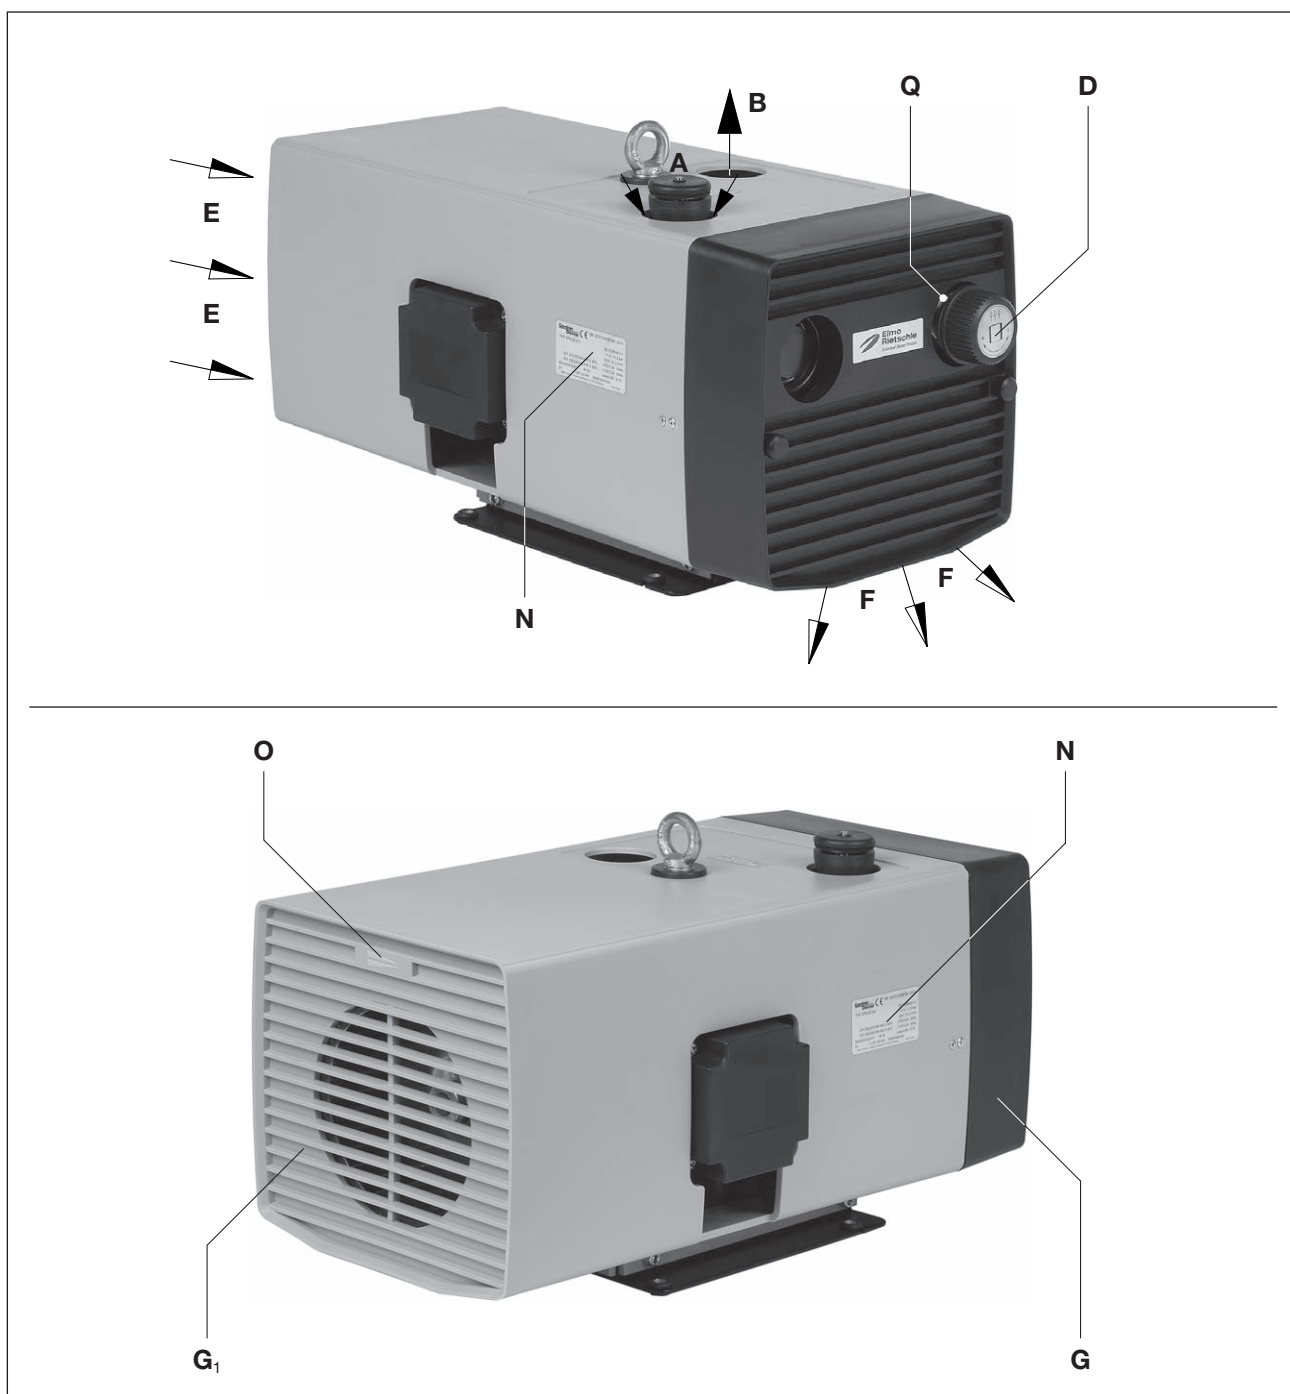

Fig. 2 Compresor V-DTN
El motor y el compresor tienen un árbol común. La válvula reguladora de presión (fig. 2/D) permite el ajuste de la presión a los valores deseados hasta un límite máximo.
Los compresores rotativos de paletas V-DTN 16 hasta V-DTN 41 de ejecución en seco son adecuados para la generación de una sobrepresión de entre 0 y el límite máximo (bar) indicado en la placa de características (fig. 2/N). Admiten un funcionamiento continuo.
Para el desmontaje de la rejilla de salida (fig. 2/G) y la rejilla de aspiración (fig. 2/G₁) se requiere un espacio de al menos 30 cm para los trabajos de mantenimiento. Además, asegurarse de que las entradas (fig. 2/E) y las salidas (fig. 2/F) de aire de refrigeración estén a una distancia mínima de 10 cm de la pared (el aire de refrigeración saliente no debe volver a aspirarse).
- a) Toma de presión (fig. 2/B).
Las gamas de presión necesarias se pueden ajustar con la válvula reguladora de presión (fig. 2/D) conforme al símbolo indicado en el botón giratorio.
- a) Los datos eléctricos del motor figuran en la placa de características (fig. 2/N) o en la placa del motor. Los motores se corresponden con EN 60034 y son de índice de protección IP 55 y clase de aislamiento F. El esquema de conexión correspondiente se encuentra en la caja de bornes del motor (no aplicable en versiones con conector para clavijas). Comparar los datos del motor con los datos de la red eléctrica existente (tipo de corriente, tensión, frecuencia de la red, intensidad admisible).
- ▷ El sentido de giro previsto para el árbol de accionamiento está señalado mediante la flecha (fig. 2/O).